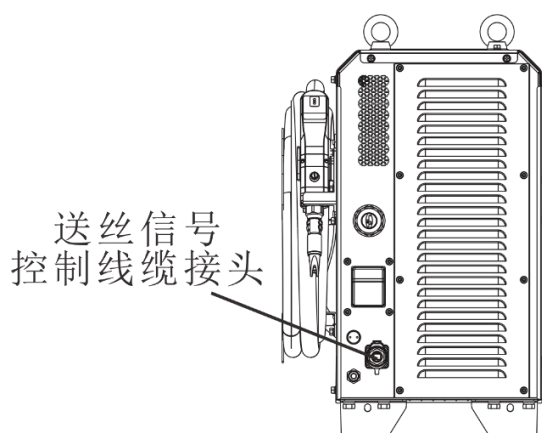

图 2-2 送丝信号控制线缆接头示意图
1. 将送丝机控制线缆连接到焊机后方的送丝信号控制线缆接头并紧固，如图 2-2 所示；